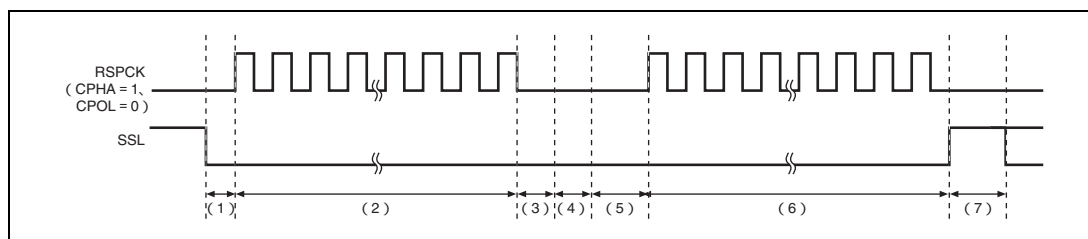

図 16.16 SSLKP ビットを利用したパースト転送動作の例
SSLKP ビットに 1 を設定した SPCMD での SSL 信号出力設定と、次転送で使用する SPCMD での SSL 信号出力設定が異なる場合、本モジュールは次転送のコマンドに対応した SSL 信号のアサート時 (図 16.16 の (5)) に SSL 信号状態を切り替えます。このような SSL 信号の切り替えが発生した場合、MISO をドライブするスレープが競合して信号レベルの衝突が発生する可能性があるので注意してください。